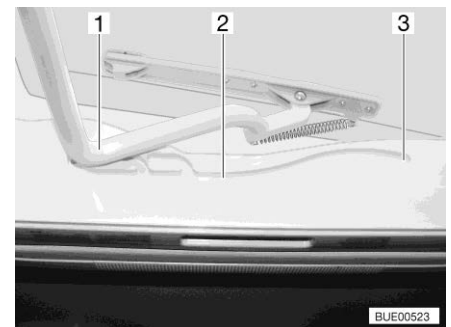

Fig. 109 Guida (oblò Heki)
- Tirare la staffa (Fig. 109,1) nelle guide (Fig. 109,2) fino alla posizione più all'indietro (Fig. 109,3).
- Spingere la staffa (Fig. 109,1) leggermente verso l'alto con ambedue le mani.
- Tirare la staffa nelle guide (Fig. 109,2) fino alla posizione desiderata.